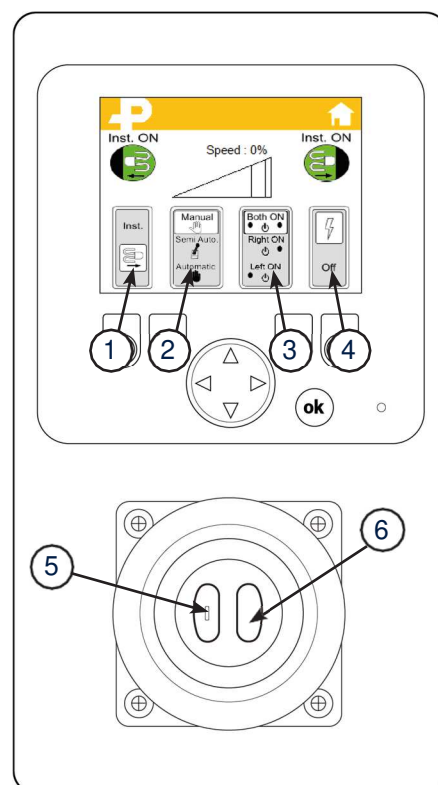

Fig 28. Travailler en mode manuel
1. Sélectionnez clippage ou déclippage avec bouton 1 sur le panneau de commande, Fig 28.
2. Sélectionnez le mode manuel avec le bouton 2 sur le panneau de commande, Fig 28.
4. Pour clipper ou déclipper, appuyez sur le bouton gauche du joystick pos 5, Fig 28 et maintenez-le enfoncé.
5. Amenez l'outil en mode neutre en appuyant sur le bouton droit du joystick pos 6, Fig 28 et en le maintenant enfoncé.
2. Sélectionnez le mode semi-automatique avec le bouton 2 sur le panneau de commande, Fig 28.
4. Pour clipper ou déclipper, appuyez sur le bouton gauche du joystick pos 5, Fig 28.